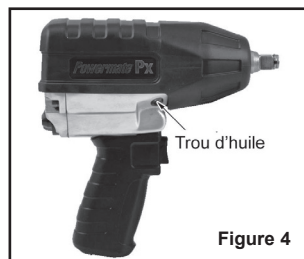

Figure 4
Pour conserver le rendement optimal du moteur pneumatique, il faut le lubrifier à chaque utilisation. Des résidus de poussière, de saleté et d'huile se logeront à l'intérieur de l'outil et en réduiront le rendement. Un huilier sur canalisation est recommandé pour lubrifier automatiquement l'outil de façon adéquate (voir Figure 1). Si ce dispositif n'est pas disponible, il est possible de lubrifier l'outil manuellement par l'orifice d'admission (voir Figure 4).
- Ajoutez une (1) cuillerée à soupe d'huile ou d'huile non détergente SAE10 dans le trou d'huile. Remplacez la vis creuse à six pans (voir Figure 4).